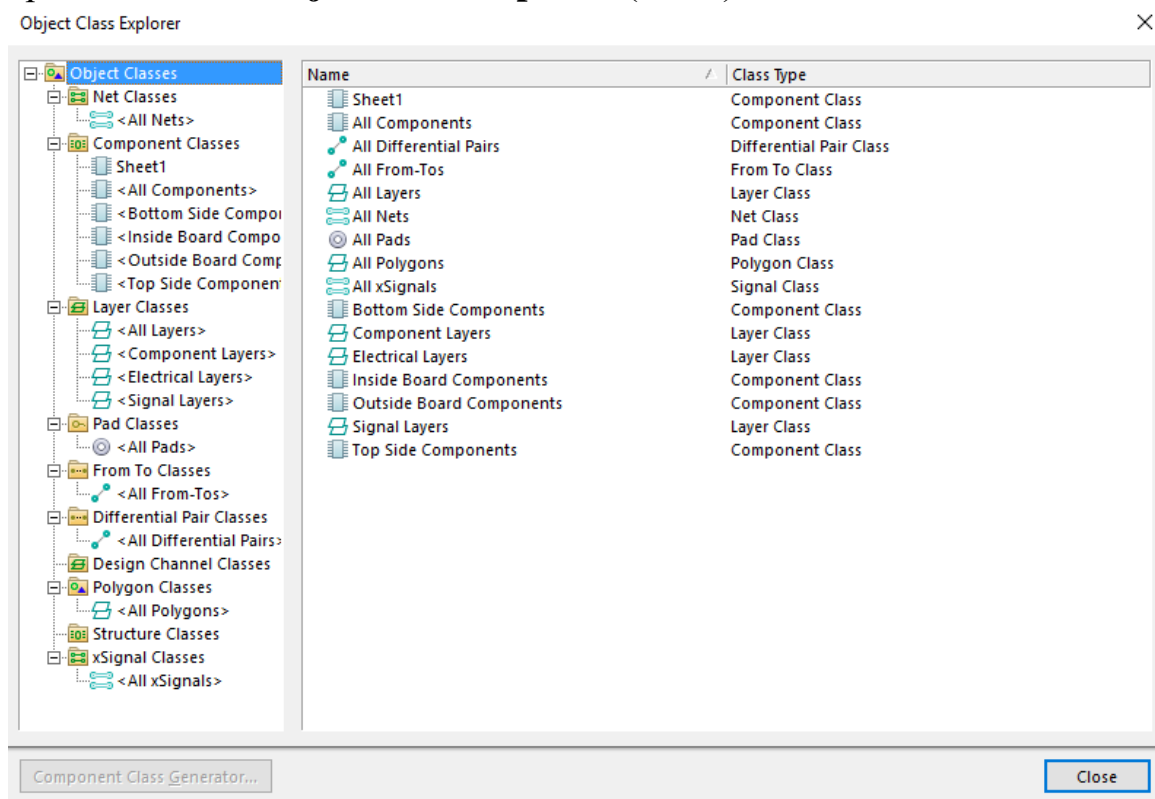

Рис.6. Налаштування класів **Object Class Explorer**
3.1. Задаємо параметри для трасування плати. Для цього спочатку необхідно створити клас з необхідними об'єктами (ланцюги, отвори і т.п.), який буде мати нестандартні параметри. Командою **Design > Classes** відкриваємо вікно **Object Class Explorer** (Рис.6).